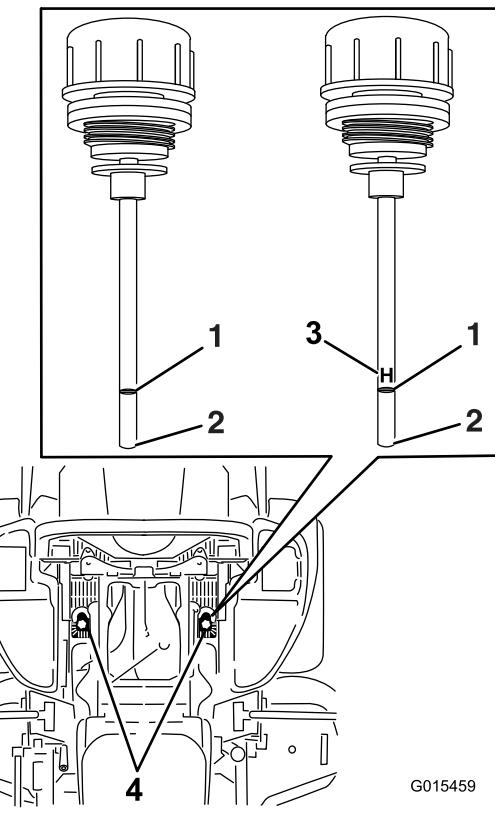

Figure 81
6. Nettoyez la surface autour des jauge des réservoirs du système hydraulique (Figure 81).
7. Sortez une jauge du réservoir hydraulique (Figure 81).
9. Ressortez la jauge et examinez l'extrémité (Figure 81). Si le niveau d'huile atteint le repère minimum (ADD), versez lentement une quantité d'huile suffisante dans le réservoir hydraulique jusqu'à ce que le niveau atteigne le repère maximum ou **H**.